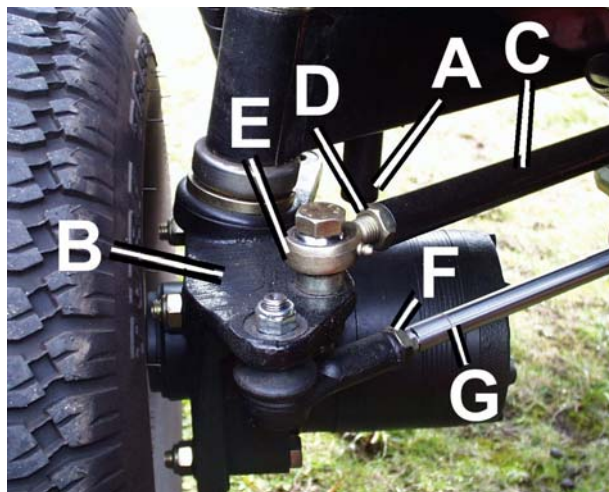

Fig. 15
Las ruedas traseras deben converger 3,2 mm de delante a atrás de la rueda (Fig. 15).
1. Afloje las tuercas de fijación (D) en las juntas de dentro de las ruedas traseras.
2. Para cada rueda, gire la barra de acoplamiento (C) hasta que la convergencia sea la correcta.
La pieza fundida (B) debe tocar el pasador (A) en ambos lados (Fig. 15).
1. Afloje la tuerca (F).
2. Compruebe el equilibrio de la dirección girando al árbol de la dirección (G) en su cilindro para producir dirección completa a la izquierda y la derecha.